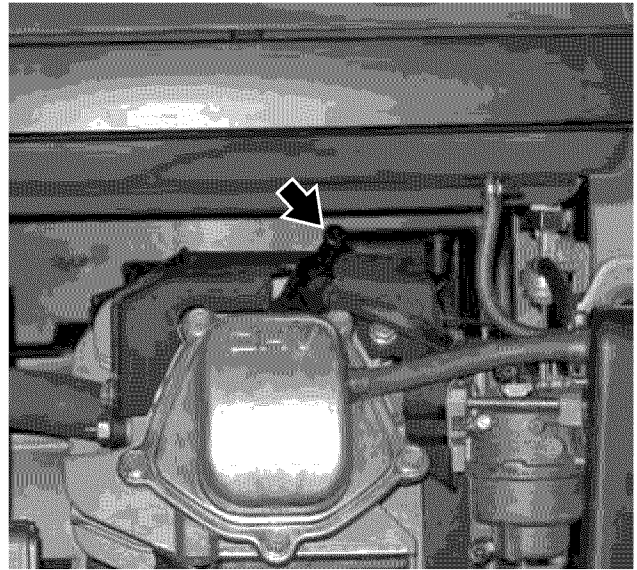

Figura 39 – Procedimiento para retirar el capuchón de la bujía de encendido
3. Retire el capuchón de la bujía de encendido tirando firmemente de la manija plástica del capuchón de la bujía, alejándolo directamente del motor (vea la Figura 39)